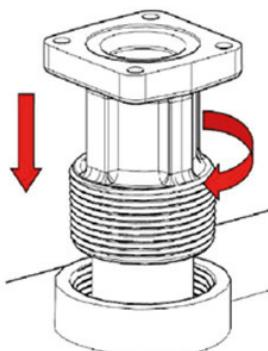

Рисунок 3.2
2. Вверните входной фланец (вместе с всасывающей трубой) в резервуар. Для герметизации соединения используйте маслобензостойкий герметик. Входной фланец должен быть закреплен надежно и герметично (Рисунок 3.2).